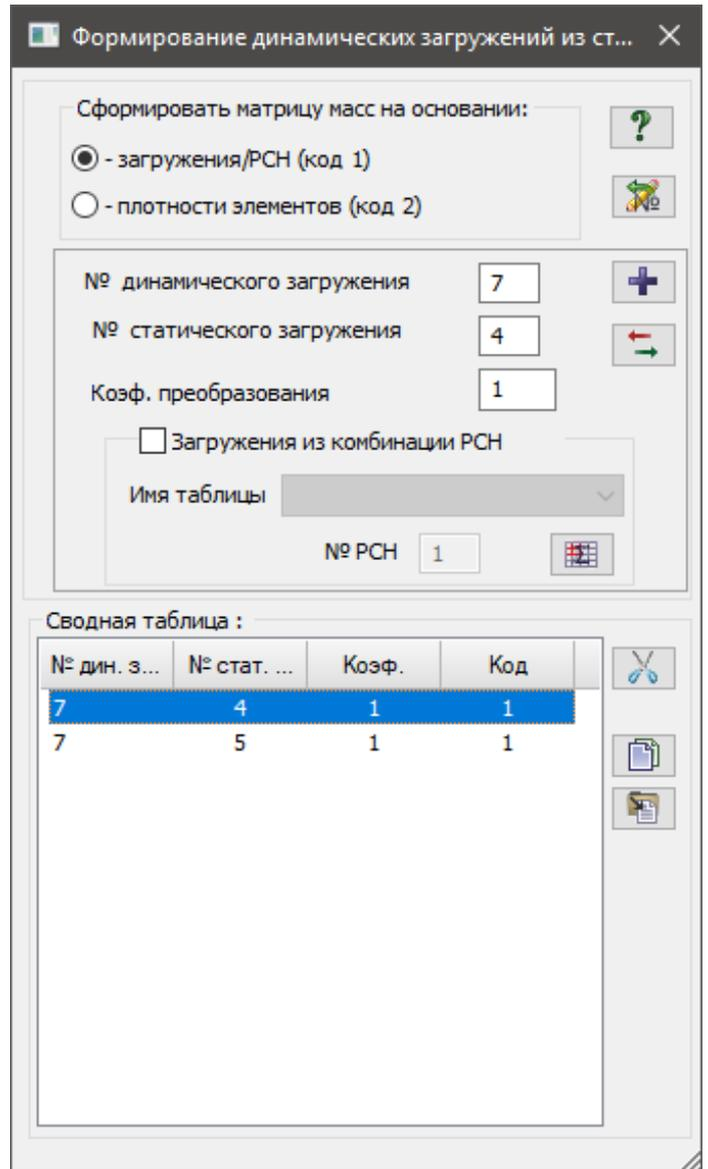

Рис.16.14. Диалоговое окно Формирование динамических нагрузений из статических
- Вызовите диалоговое окно **Формирование динамических нагрузений из статических** (рис.16.14) щелчком по кнопке – **Учет статических нагрузений** (панель **Динамика** на вкладке **Расчет**).